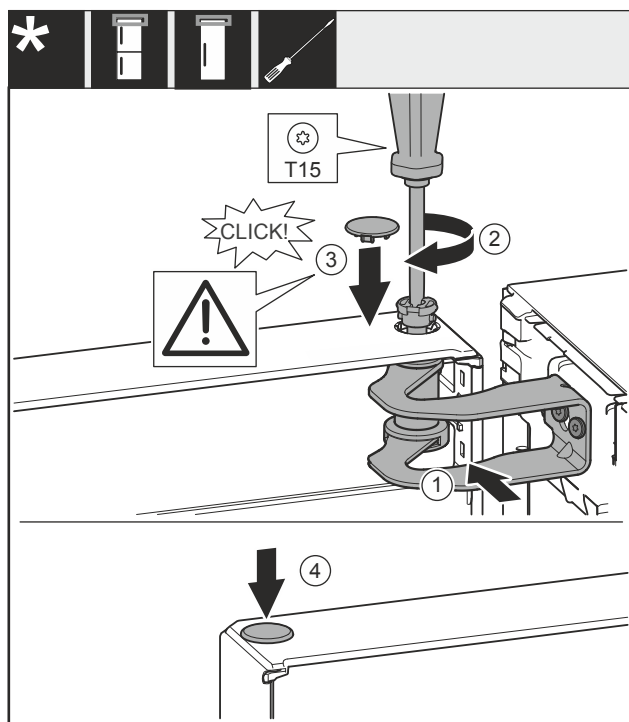

Fig. 57
- ▶ 将冰箱门对准托架 Fig. 57 (1) 中的开口。
- ▶ 放入螺栓 Fig. 57 (2) 并用螺丝刀拧紧。
- ▶ 装入盖板 Fig. 57 (3)。
- ▶ 检查盖板 Fig. 57 (3) 是否紧贴在冰箱门上。
- ▶ 装入盖板 Fig. 57 (4)。